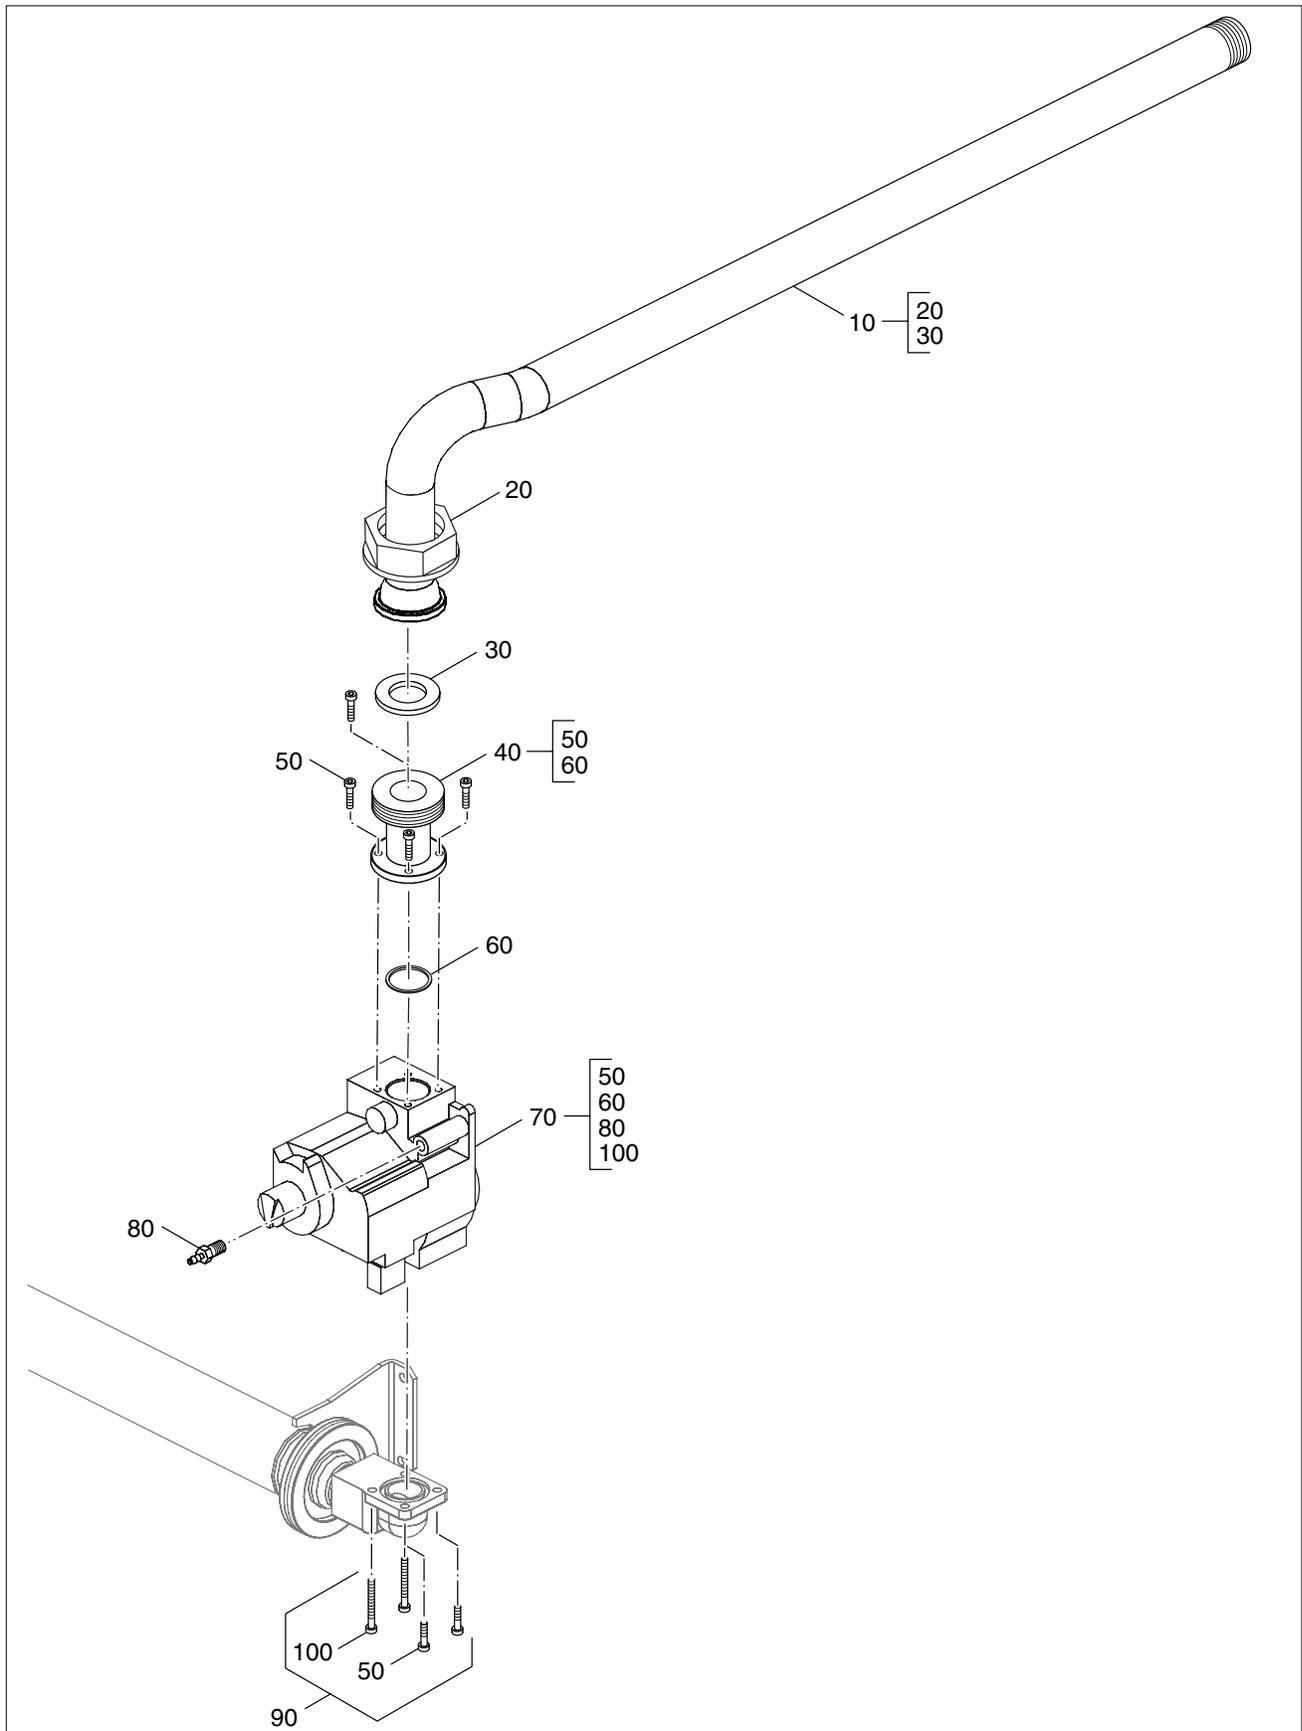

Fig. 45 Gas valve VR8304
**Gas Valve VR8304 (Fig. 45)**